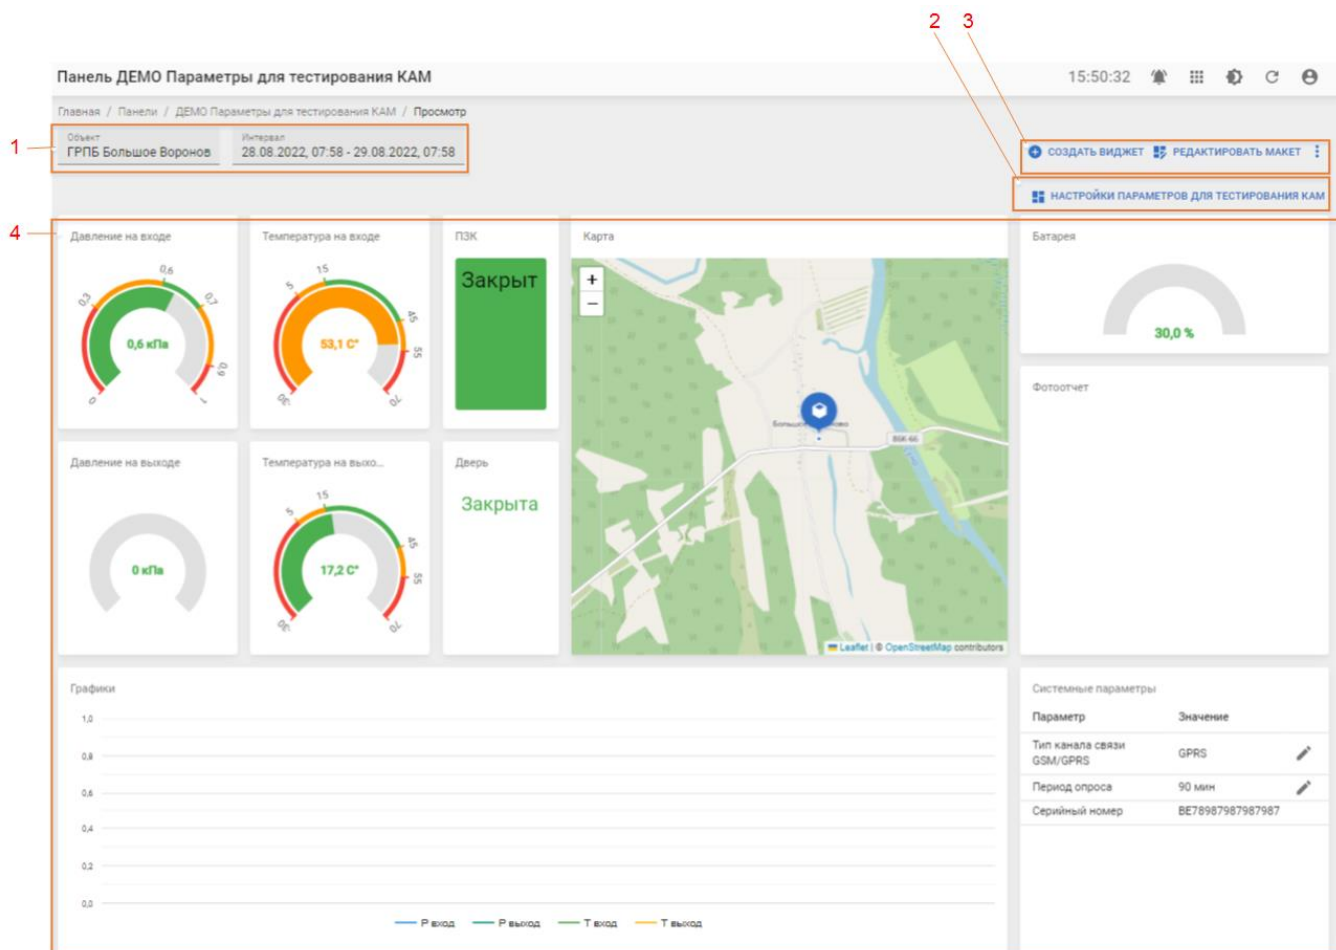

Рисунок 38 — Вид информационной панели "Параметры для тестирования КАМ".
- 1.2 ПРОСМОТР – переход к просмотру панели (рисунок 38);